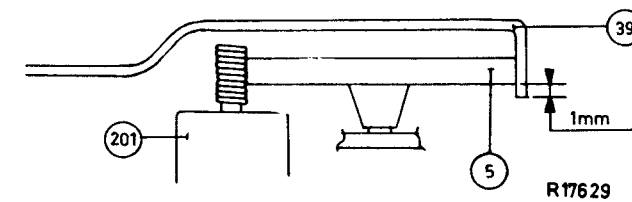

Fig. 22
2. Die Unterseite der Lauffläche der Zwischenräder muss minimal 1 mm über der Unterseite des Drehtisches laufen. (Siehe Abb. 22). Eventuell einstellen, indem man die Bügel 209 leicht verbiegt.